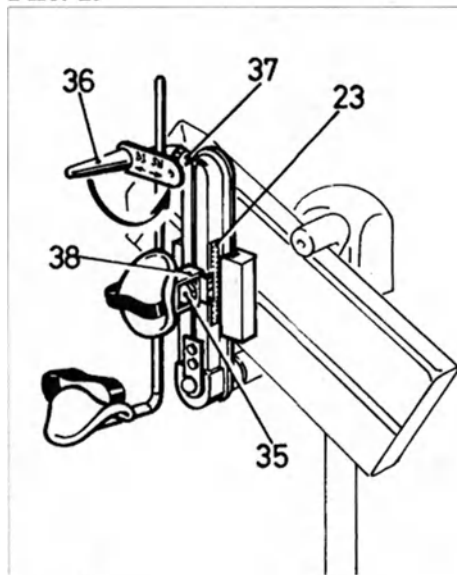

Рис. 20
□□ В зависимости от того, плечо какой из конечностей вы собираетесь разрабатывать, рукоятку 36 должна следовать завернуть в соответствующее отверстие аксессуара (рис. 20). Выбрать правильное положение вам поможет стикер (R-правое, L-левое).